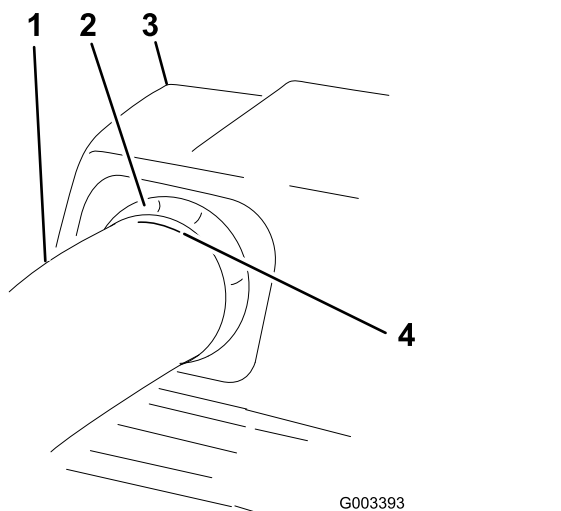

Figura 21
6. Una vez que obtenga la medida de 19 mm ($\frac{3}{4}$ "), marque el tubo superior en el exterior, en el punto donde sobresale el sello de goma (Figura 21).
Compruebe que la marca de Figura 21 está todavía en su lugar.